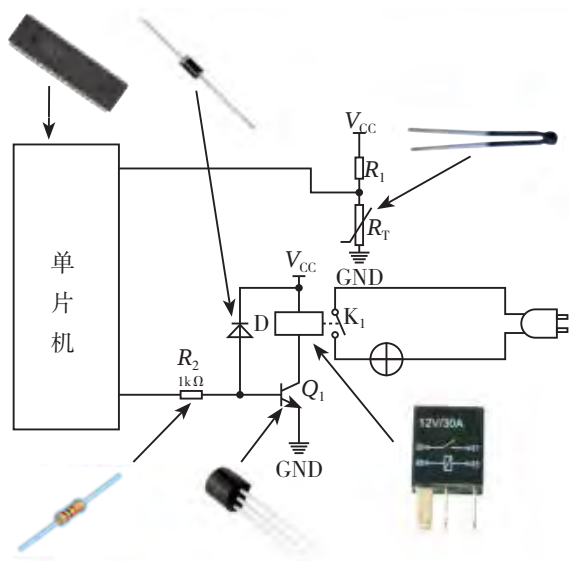

图5-12 单片机温度控制系统
单片机输出引脚的输出电流都不大,为了可靠地驱动继电器,一般由单片机控制一个三极管,再由三极管去控制继电器。图5-12就是一个采用单片机进行温度控制的电路框图。
1. 画出图5-12的控制系统框图,并分别指出电路中的各部分及反馈环节。
3. 是否可将图5-12所示的电路改造成一个天黑自动亮、天亮自动灭的自动路灯控制系统?如果可以,请画出你设计的电路图。